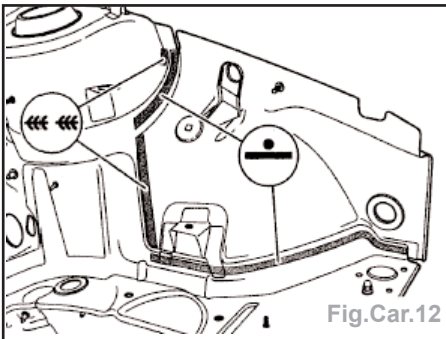

Fig.Car.12
- souder le passage de roue à la pointeuse électrique (Fig.Car.12),